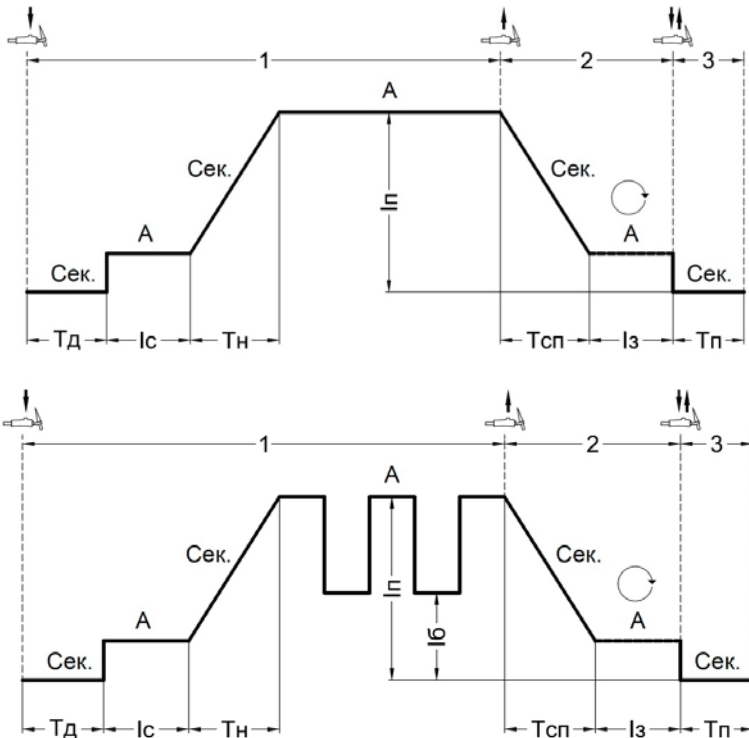

Рис. 7.8. Режим работы аппарата «Повтор» и «Повтор» в импульсном режиме.
**Режим «Повтор»** рекомендуется использовать при сварке материалов разной толщины или выполнении сложных задач с разным зазором и разделкой кромок (См. рис. 7.8).